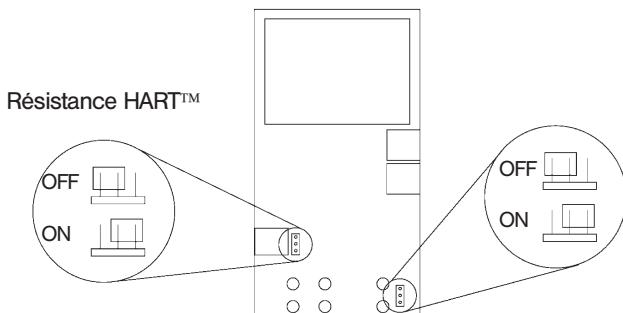

Figure 10a.
4. La figure 10a montre l'emplacement des cavaliers HartTM.
4. La figure 10a montre l'emplacement des cavaliers Hart™.